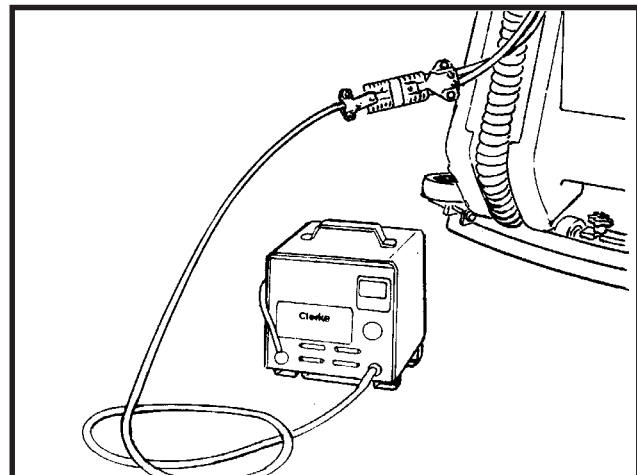

Abb. 14
5. Verbinden Sie die Gleichstromverbindungsklemme am Ladegerät mit der Verbindungsklemme der Batterieeinheit. Siehe Abb.14.